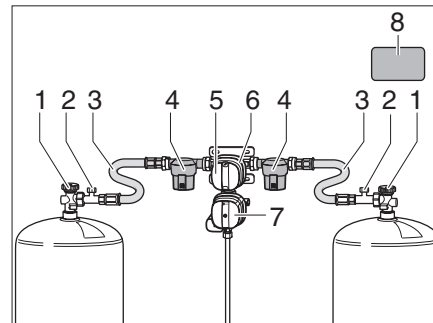
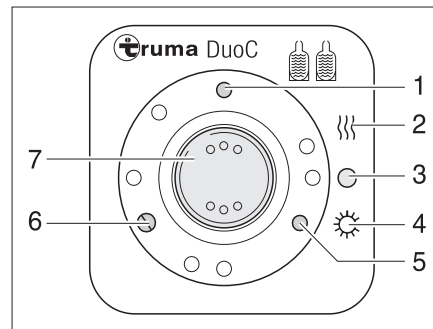
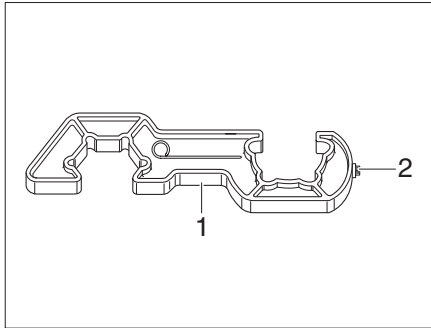
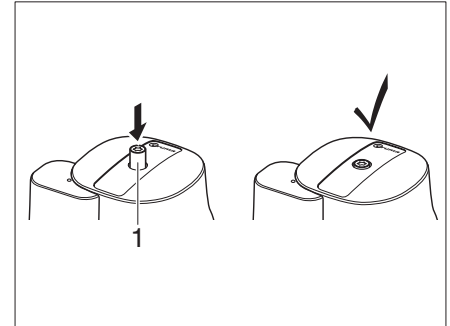

Fig. 62 Instalación de conmutación DuoControl
Fig. 63 Unidad de mando
Fig. 65 Ayuda para atornillar
Fig. 66 Crashsensor
La instalación de conmutación DuoControl consta de un regulador de conmutación (Fig. 62,6) y la unidad de mando (Fig. 63). El regulador de conmutación está montado entre las mangueras de alta presión (Fig. 62, 3). Con el botón giratorio (Fig. 62,5) en el regulador de conmutación se puede determinar cuál de las bombonas de gas se usará como bombona de servicio y cuál bombona de gas como bombona de reserva.
El regulador de conmutación (Fig. 62,6) está equipado con el deshelador de reguladores EisEx.
Delante del regulador de conmutación está a cada lado un filtro de gas (Fig. 62,4), que protege la instalación de gas contra la contaminación con aceite y los ensuciamientos.
En la unidad de mando (Fig. 63) únicamente pueden conmutarse las funciones eléctricas.
Las llaves de paso principales (Fig. 62,1) de las bombonas de gas deben abrirse a mano.
El regulador de conmutación garantiza una presión del gas constante, independientemente de cuál bombona de gas está suministrando el gas. Las dos luces de control en la unidad de mando indican el nivel de llenado de la bombona de servicio. Cuando la luz de control verde (Fig. 63,6) se ilumina, la bombona de servicio está llena. Cuando la luz de control roja (Fig. 63,5) se ilumina, la bombona de servicio está vacía. El suministro de gas se realiza entonces a través de la bombona de reserva.
- ▶ Abrir las llaves de paso principales (Fig. 62,1) de las bombonas de gas.
- ▶ Con el botón giratorio (Fig. 62,5) en el regulador de conmutación (Fig. 62,6), seleccionar la bombona de gas de la cual se debe tomar el gas preferentemente (bombona de servicio).
- ▶ Poner el interruptor basculante (Fig. 63,7) en "O" (Fig. 63,3). La luz de control amarilla (Fig. 63,1) se apaga.
- ▶ Cerrar las llaves de paso principales (Fig. 62,1) de las bombonas de gas.
Las luces de control en la unidad de mando (Fig. 63,5 y 6) indican en el interior del vehículo, si la bombona de servicio está lista para el funcionamiento.
Si durante el funcionamiento la luz de control verde (Fig. 63,6) se apaga y la luz de control rojo (Fig. 63,5) se enciende, la bombona de gas seleccionada como bombona de servicio está vacía y debe cambiarse. La bombona de reserva seguirá suministrando gas a los consumidores de gas.
- ▶ Utilizar la ayuda para atornillar que se incluye (Fig. 65,1) para atornillar y desatornillar las mangueras de alta presión. La ayuda para atornillar garantiza el par de apriete necesario y evita daños en la unión roscada causados por el uso de una herramienta incorrecta.
- ▶ Cerrar la llave de paso principal (Fig. 62,1) de la bombona de gas vacía.
- ▶ Desatornillar la manguera de alta presión (Fig. 62, 3) con la ayuda para atornillar (Fig. 65) de la bombona de gas.
- ▶ Conectar la bombona de gas llena a la manguera de alta presión (Fig. 62, 3).
- ▶ Abrir la llave de paso principal (Fig. 62,1) de la bombona de gas.
- ▶ Girar el botón giratorio (Fig. 62,5) en el regulador de conmutación una media vuelta (Fig. 62,6), de tal manera que la bombona de gas cambiada sirva de bombona de reserva.
- ▶ Presionar el botón (Fig. 62,2) del dispositivo de seguridad en caso de rotura de manguera en la manguera de alta presión, para activarlo.
- ▶ Si es necesario, presionar el botón de reposición (Fig. 66,1) en el Crashsensor.
- ▶ Presionar con el Torx T20 (Fig. 65, 2) en la ayuda para atornillar el botón de desbloqueo (Fig. 66, 1), girar ligeramente en el sentido horario y mantenerlo durante 5 segundos.
El Crashsensor está listo para funcionar cuando el botón de desbloqueo (Fig. 66, 1) permanece en la posición presionada.
► Después de cambiar el botón verde de la bombona de gas (Fig. 62, 2) presionar con fuerza en la manguera de alta presión (Fig. 62 ,3).